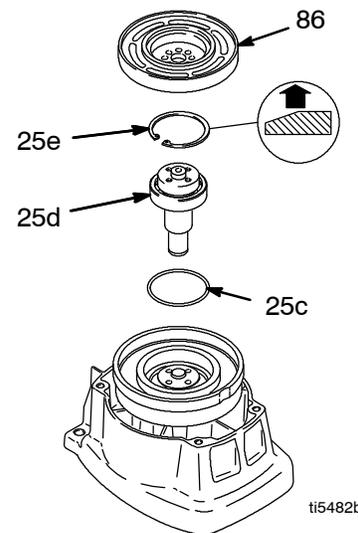

Abb. 6
7. Abb. 6. Den Haltering (25e) entfernen.
6. Abb. 6. O-Ring (25c) überprüfen und ersetzen, falls er fehlt oder beschädigt ist.